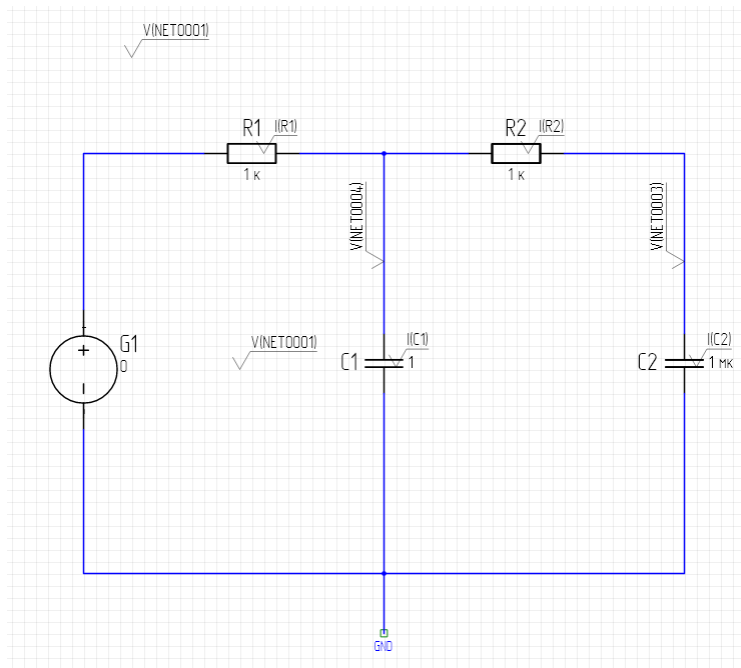

Рис. 193 Добавление меток измерения на схему
1. Откройте схему и добавьте несколько меток измерения, см. Рис. 193.